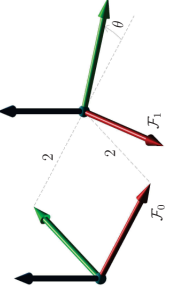

FIGURE 6.2 – Exercice 6.1(a).
- Dans le cas des deux référentiels montrés à la figure 6.2, trouver les matrices homogènes de transformation de base  $\mathbf{H}_{base}^0$  et  $\mathbf{H}_{base}^1$ , et calculer la matrice résultante  $\mathbf{H}_1^0$ .